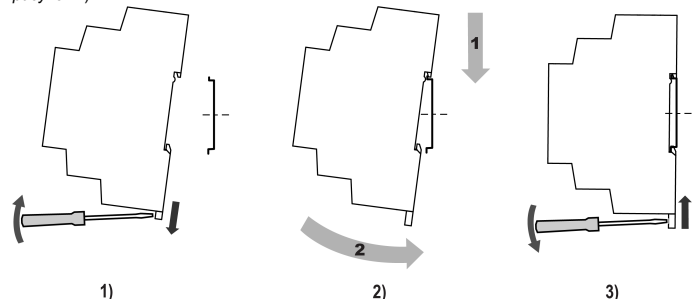

Рисунок 3 – Установка прибора
2. Установить прибор на DIN-рейку в соответствии с направлением стрелки 1 (рисунок 3, 2);
3. Вставив отвертку в проушину, оттянуть защелку (рисунок 3, 1).
4. Прижать прибор к DIN-рейке в направлении, показанном стрелкой 2. Зафиксировать защелку (см. рисунок 3, 3).